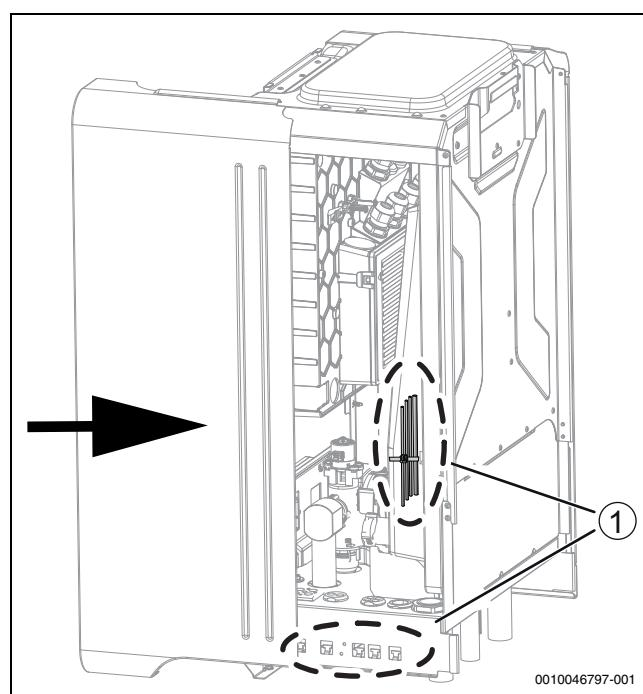

Bild 35 Schieben Sie die Seitenabdeckung an ihren Platz
- ▶ Achten Sie darauf, dass keine Kabel zwischen der Seitenabdeckung und dem Aufbau eingeklemmt werden (→ Abbildung 35 [1]).